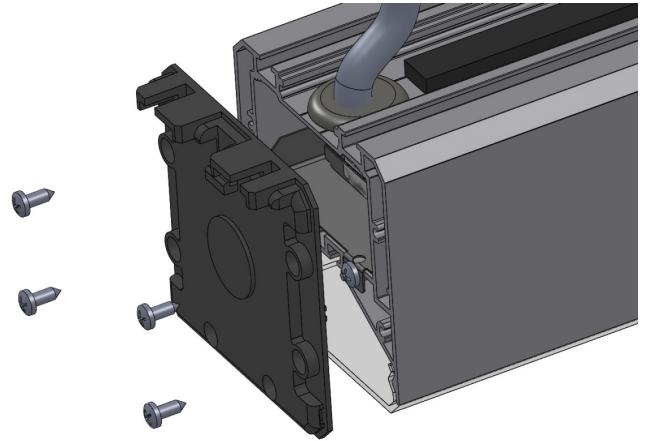

Рис.2
3. Выкрутите саморезы удерживающие крышки с двух сторон светильника и снимите их (см. Рисунок 2)